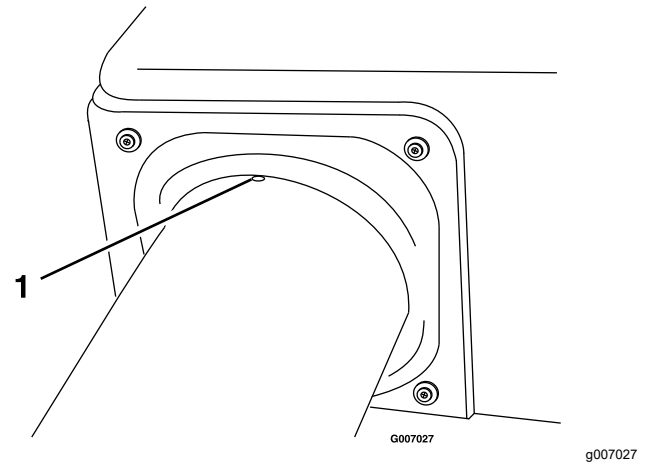

Bild 33
4. Fluchten Sie die Vertiefung im oberen Rohr gleichmäßig zwischen den Schrauben aus, mit denen die Füllkastendichtung am Füllkasten befestigt ist (Bild 33).
8. Stellen Sie sicher, dass die Vertiefung von **Bild 33** noch vorhanden ist.